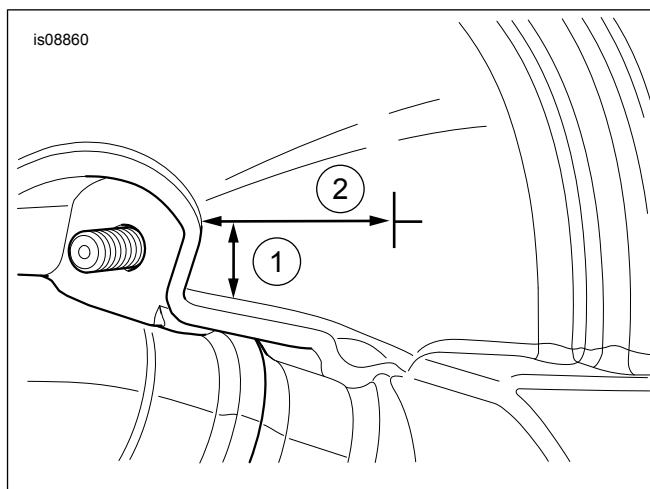

Figura 10. Trapanare in quel punto
11. Vedere Figura 10. Coprire il retro del cassetto portaoggetti nell'area di foratura con del nastro per mascheratura, per impedire che la vernice si scropoli o si scheggi. Misurare circa 25 mm (1.0 in) verso l'interno 9,5 mm (3/8 in) verso l'alto dalla flangia di accoppiamento del pannello interruttori della carenatura inferiore. Segnare il punto di esecuzione del foro. Eseguire con il trapano un foro di 25 mm (1.0 in) nel cassetto portaoggetti.